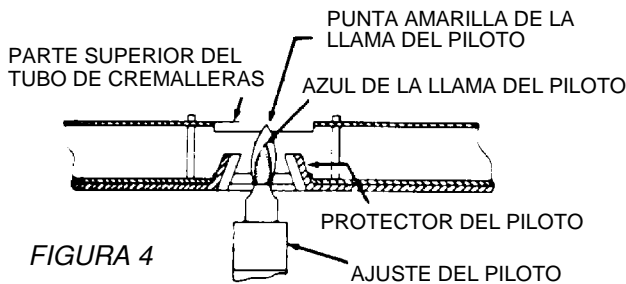
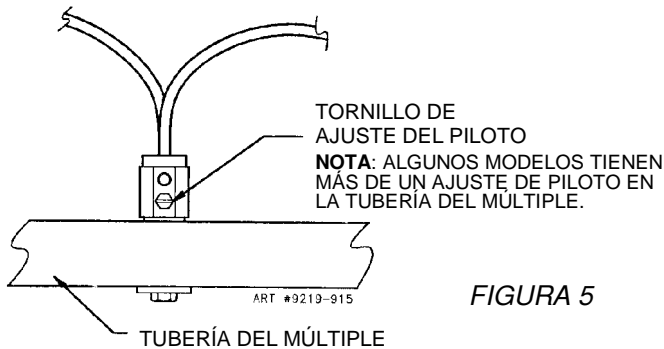

FIGURA 4
FIGURA 5
Purgue todo el aire del sistema de suministro abriendo la válvula de un quemador superior. Después cierre la válvula y ajuste la llama del piloto superior usando el tornillo de ajuste (figura 5) para que la llama esté uniforme con la parte superior del tubo de cremalleras. Vea la figura 4. Para encender el quemador, empuje y gire la perilla del quemador superior a la posición de encendido.
- c. Modelos con pilotos verticales: Ajuste los pilotos de los quemadores. (Vea la figura 5.) Gire el interruptor del selector de la cara del termostato a la posición LP.
- c. Modelos con pilotos verticales: Ajuste los pilotos de los quemadores superiores. (Vea la figura 5.) Gire el interruptor del selector de la cara del termostato a la posición de gas natural.